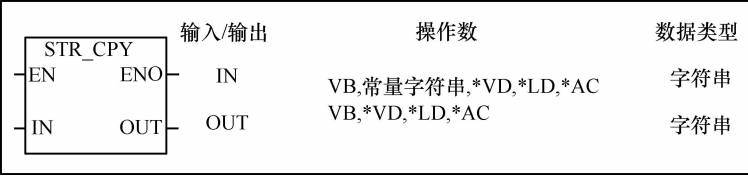

图 8-84 STR_COPY (字符串复制)
3) 字符串指令包括: STR_COPY (字符串复制)、STR_LEN (字符串长度)、SSTR_COPY (从字符串复制子字符串)、STR_CAT (字符串连接)、STR_FIND (在字符串内查找字符串) 和 CHR_FIND (在字符串中查找第一个字符) 指令。其指令样式分别如图 8-84 ~ 图 8-89 所示。